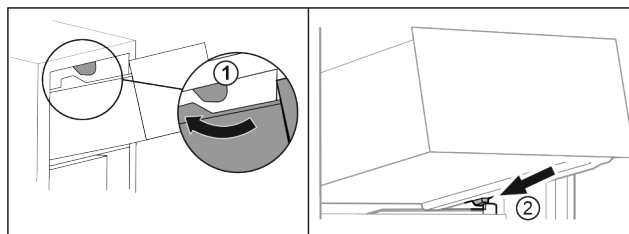

Fig. 65
- ▶ Schubfach um die oberen Stopper herumführen. Fig. 65 (1)
- ▶ Schubfach schräg hinter den unteren Stoppern auf Behälterrippe aufsetzen. Fig. 65 (2)